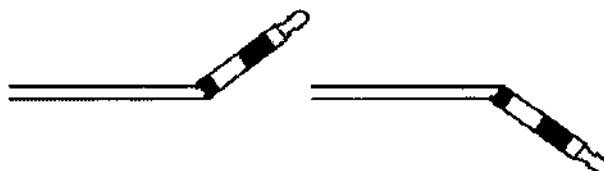

Figura 6
- b. A continuación, enderece el empujador de nuevo, siga doblando y enderezando hasta que el tubo del empujador se abra, exponiendo el elemento de liberación (figura 6).